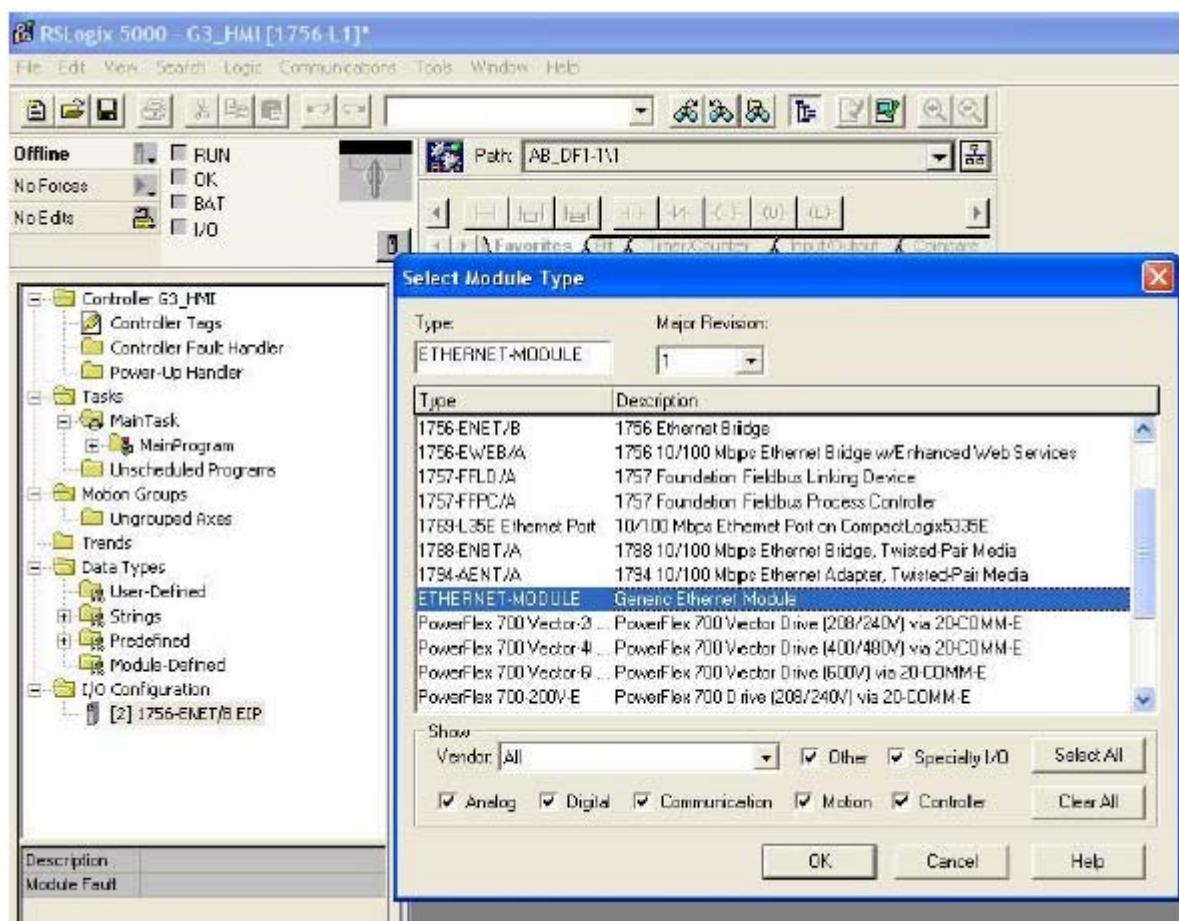

Рис. 72. Выбор модуля Ethernet
- c. Выберите Generic Ethernet Module («Универсальный модуль Ethernet») в окне Select Module Type («Выбор типа модуля»). См. Рис. 72.